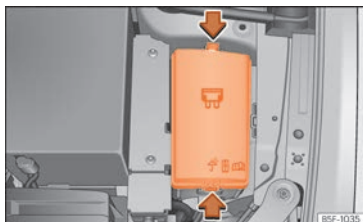

Fig. 51 Dans le compartiment-moteur : cache du boîtier de fusibles.
- Appuyez sur les languettes de verrouillage pour déverrouiller le cache de la boîte à fusibles » **fig. 51**.